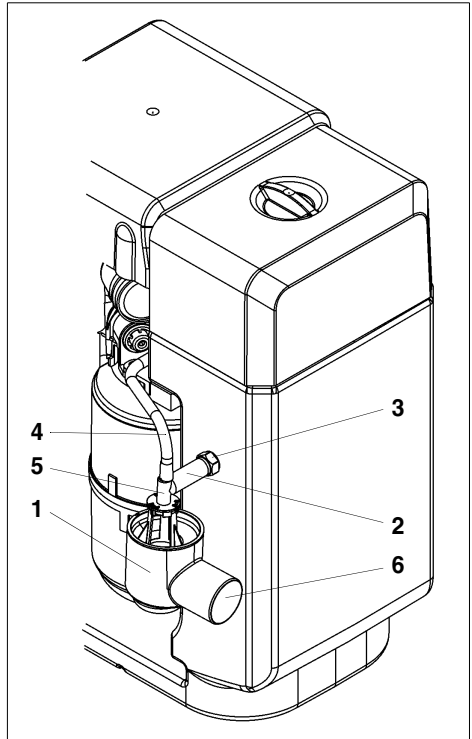

Abb. 10: Montage des Siphons
- Den vormontierten Siphon (1) mit dem aufgesteckten Schlauchstück (2) auf den schwarzen Überlaufnippel (3) an der Rückseite des Salz-Sole-Behälters stecken (siehe Abb. 10).
- Den Schlauch für das Regenerations-Abwasser (4) auf die obere Tülle (5) des Siphons stecken (siehe Abb. 10).
- Eine Abwasserleitung DN 50 mit stetigem Gefälle vom Abwasserstutzen (6) des Siphons aus zum Abwasserkanal verlegen und fachmännisch an der Wand befestigen (siehe Abb. 10).